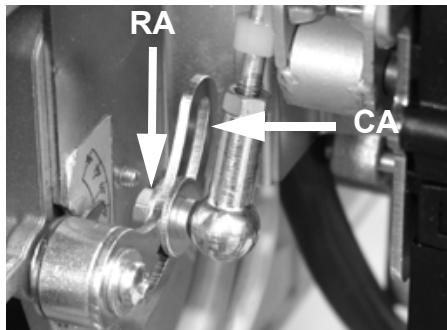
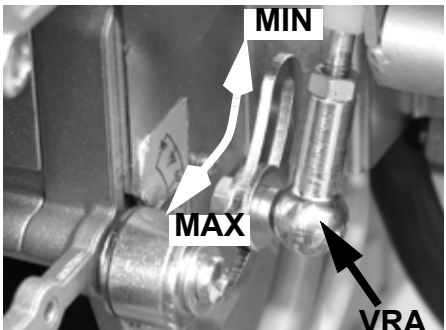

Fig. 12
Fig. 13
- 6 Per regolare la **portata d'aria** allentare il dado **RA** (Fig. 12) e muovere leva **VRA** lungo l'asola come indicato in Fig. 13, per aumentare o diminuire la portata dell'aria, fino ad ottenere la portata richiesta, bloccare quindi il dado RA nella posizione corrispondente.